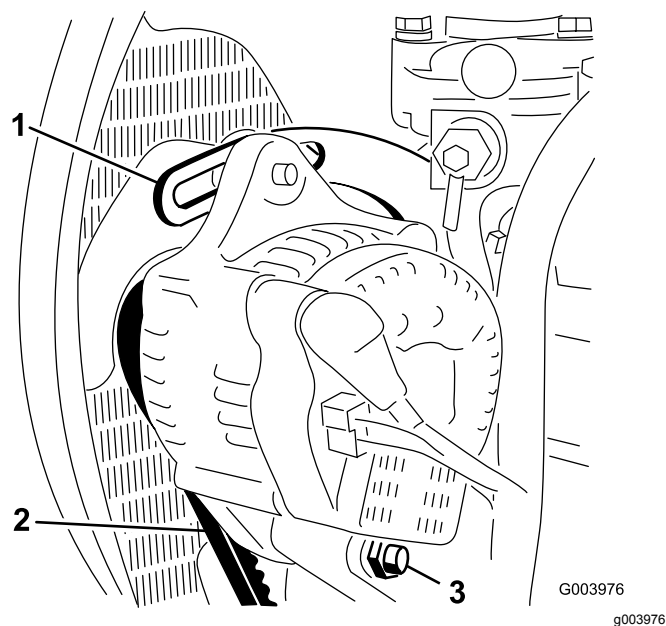

Figura 71
2. Controllate la tensione della cinghia dell'alternatore premendola (Figura 71) al centro tra l'alternatore e le pulegge dell'albero a gomito con una forza di 10 kg.
3. Allentate il bullone che fissa il supporto al motore (Figura 71), il bullone che fissa l'alternatore al supporto ed il bullone di rotazione.